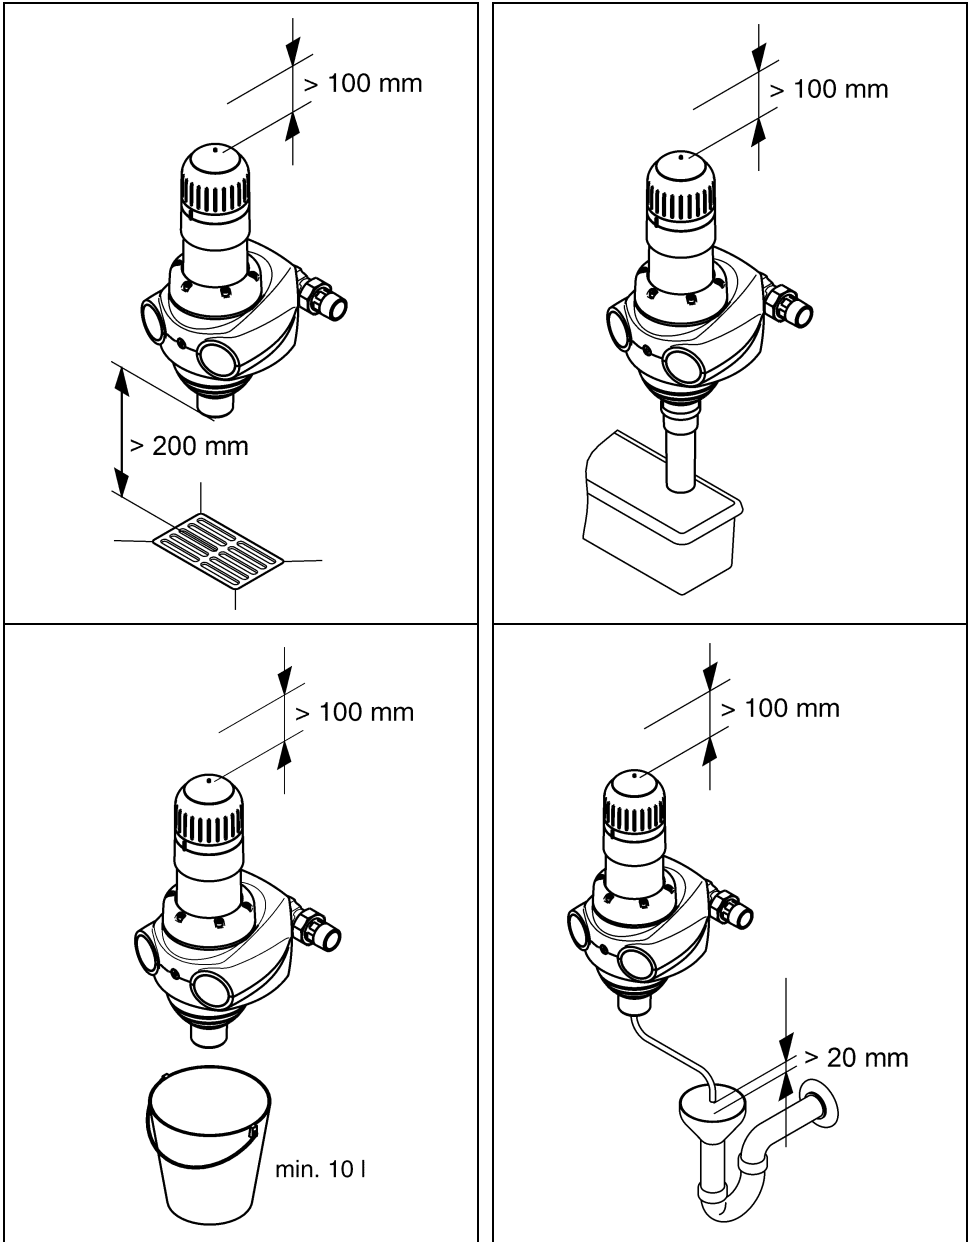

Abb. 6: Ableitungsmöglichkeiten für das Rückspülwasser
Für das Rückspülwasser muss ein ausreichend dimensionierter Abwasseranschluss (z. B. Bodenablauf) nach DIN 1986 vorhanden sein. Falls kein Abwasseranschluss vorliegt kann ein Eimer mit entsprechender Größe verwendet werden (siehe Abb. 6).
- Wenn der Eimer zur Hälfte gefüllt ist, muss der Rückspülvorgang beendet werden. Andernfalls besteht die Möglichkeit, dass der Eimer überläuft. Deshalb muss der Eimer ausreichend dimensioniert sein und die Rückspülung sollte zügig durchgeführt werden (siehe Abb. 6).